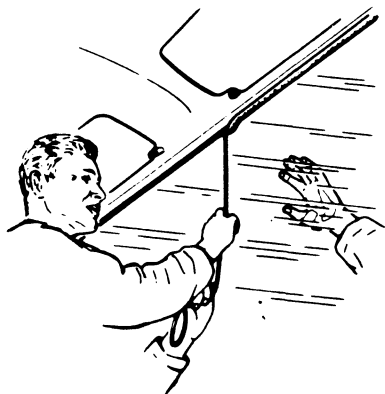

Fig. 4
- Trek met behulp van het montagekoord het ruitrubber onder de dakspinning door (Fig. 4).